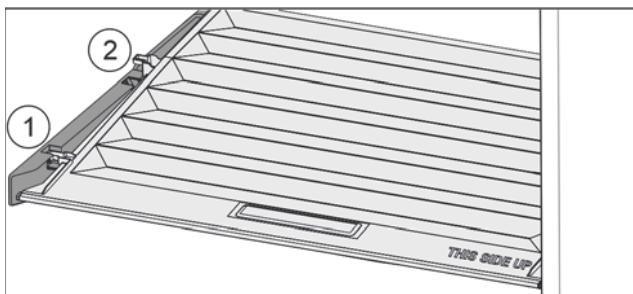

Fig. 58
- ▶ Потянуть крышку до отверстия в поддерживающих деталях вперед Fig. 58 (1).
- ▶ Поднять сзади снизу и извлечь Fig. 58 (2) движением верх.